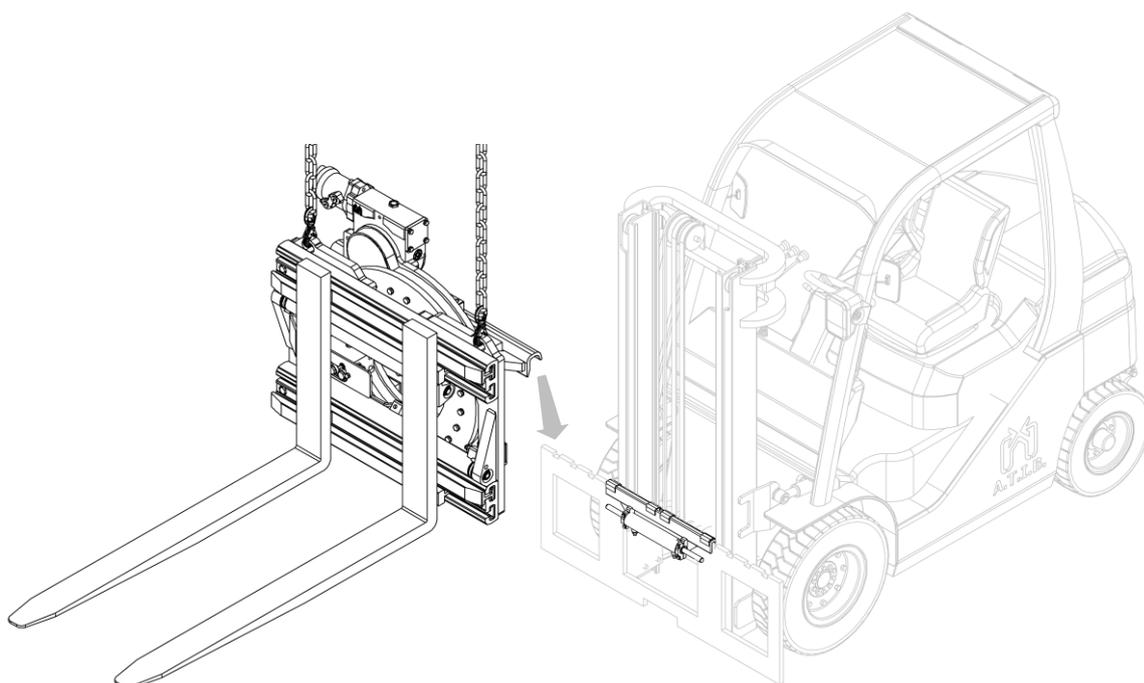

Abbildung 8
7. Positionieren Sie das Anbaugerät mittels eines Laufkrans oder eines Hebezeugs mit ausreichender Tragkraft auf dem Gleitprofil. Bitte auf die richtige Positionierung des Anbaugeräts achten (siehe *Abbildung 8*).